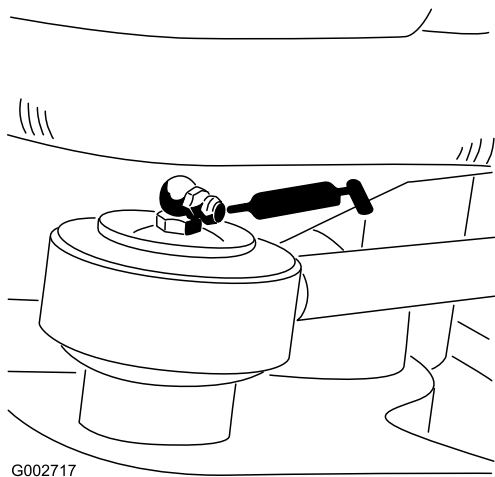

图 23
- 1 个转向油缸杆头轴承——仅限型号 08705 图 23。